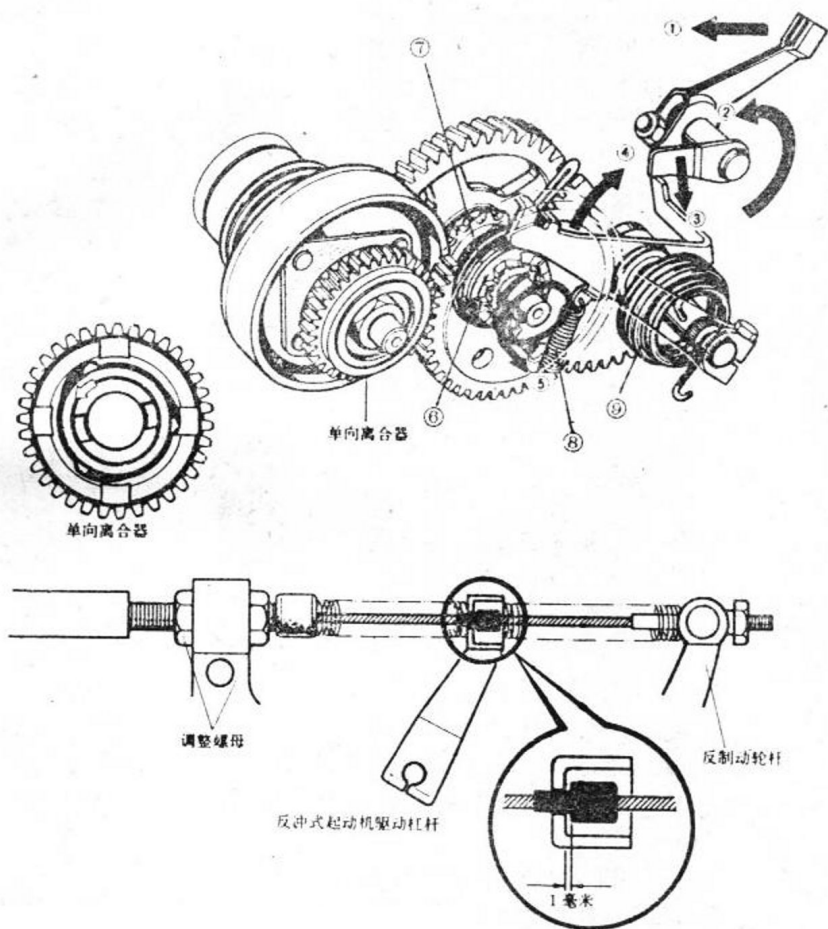

图 1-7
反冲式起动机构的结构如图 1-7 所示,推动驱动杠杆①,起动机驱动轴②开始转动,使驱动器③下移,迫使导杆④上升,结果使在付轴上的起动齿轮套⑥左移,与反冲惰轮⑤的端面齿啮合,当踩下起动机轴①后扇形齿轮转动,带动付轴上的起动齿轮⑦转动,从而使反冲惰轮⑤和曲轴上的单向离合器转动。